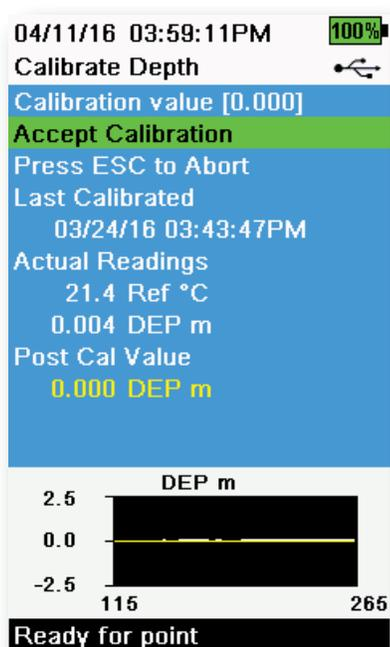

Figura 47 Calibración de la profundidad
3. Observe las lecturas reales de la estabilidad (la línea blanca en el gráfico no muestra ningún cambio significativo durante 40 segundos). Luego, seleccione **Accept Calibration** (Aceptar calibración) (Figura 47).